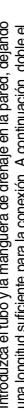

Fig. 3-35
- (5) Ensamble el tubo de refrigerante, la manguera de drenaje y el cableado entre unidades, tal y como se muestra en la Fig. 3-35.